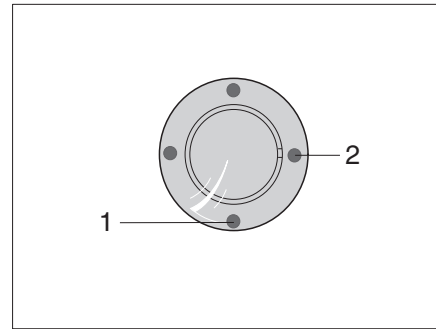
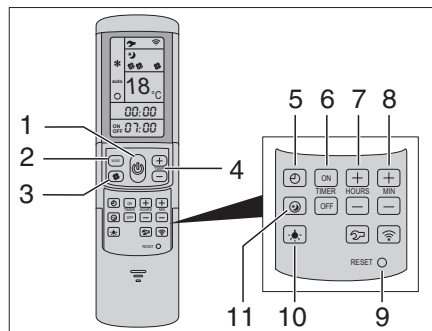

Bild 319 IR-Empfänger/Funktionsanzeige
Bild 320 Fernbedienung
Die Klimaanlage ist auf dem Dach des Fahrzeugs angebracht. Die Fernbedienung (Bild 320) für die Klimaanlage befindet sich im Küchenbereich.
- Fahrzeug an die 230-V-Versorgung anschließen. Die Klimaanlage ist betriebsbereit. Die blaue LED (Bild 319,1) leuchtet.
- Zum Einschalten die Taste (Bild 320,1) auf der Fernbedienung drücken. Die blaue LED (Bild 319,1) blinkt.
- Die gewünschte Betriebsart mit der Taste MODE (Bild 320,2) einstellen.
- Bei Bedarf mit der Taste (Bild 320,3) die gewünschte Gebläsestufe und mit den Tasten (Bild 320,4) die Raumtemperatur einstellen.
Ist die auf der Fernbedienung eingestellte Temperatur erreicht, erlischt die blaue LED (Bild 319,1), der Kompressor schaltet ab und das Umluftgebläse läuft weiter.
- Zum Ausschalten die Taste (Bild 320,1) auf der Fernbedienung erneut drücken.
- Zum Programmieren die Klimaanlage mit der Taste (Bild 320,1) auf der Fernbedienung einschalten.
- Mit der Taste (Bild 320,2) die gewünschte Betriebsart und mit den Tasten (Bild 320,4) die Raumtemperatur einstellen.
- Mit den Tasten (Bild 320,6) die gewünschte Funktion auswählen:
- Mit den Tasten (Bild 320,7 und 8) die gewünschte Schaltzeit wählen (15 Minuten bis 24 Stunden).
- Einstellung mit den Tasten "ON" oder "OFF" (Bild 320,6) bestätigen.